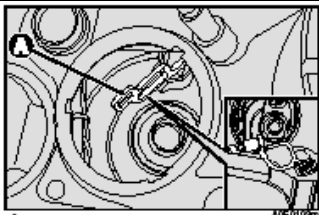

рис.27
- Нажать на язычок **А - рис.27**, извлечь лампу и заменить ее;